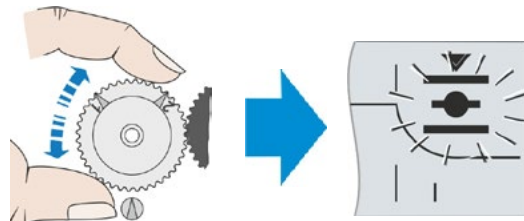

Fig. 6: Drej centralhjulet i midterstilling, indtil yderstillingssymbolet blinker
- Kun ved signalgear: Drej centralhjulet på signalgearet i midterstilling; markeringerne 1 og 2 peger opad, og yderstillingssymbolet for den valgte yderstilling blinker (fig. 6).